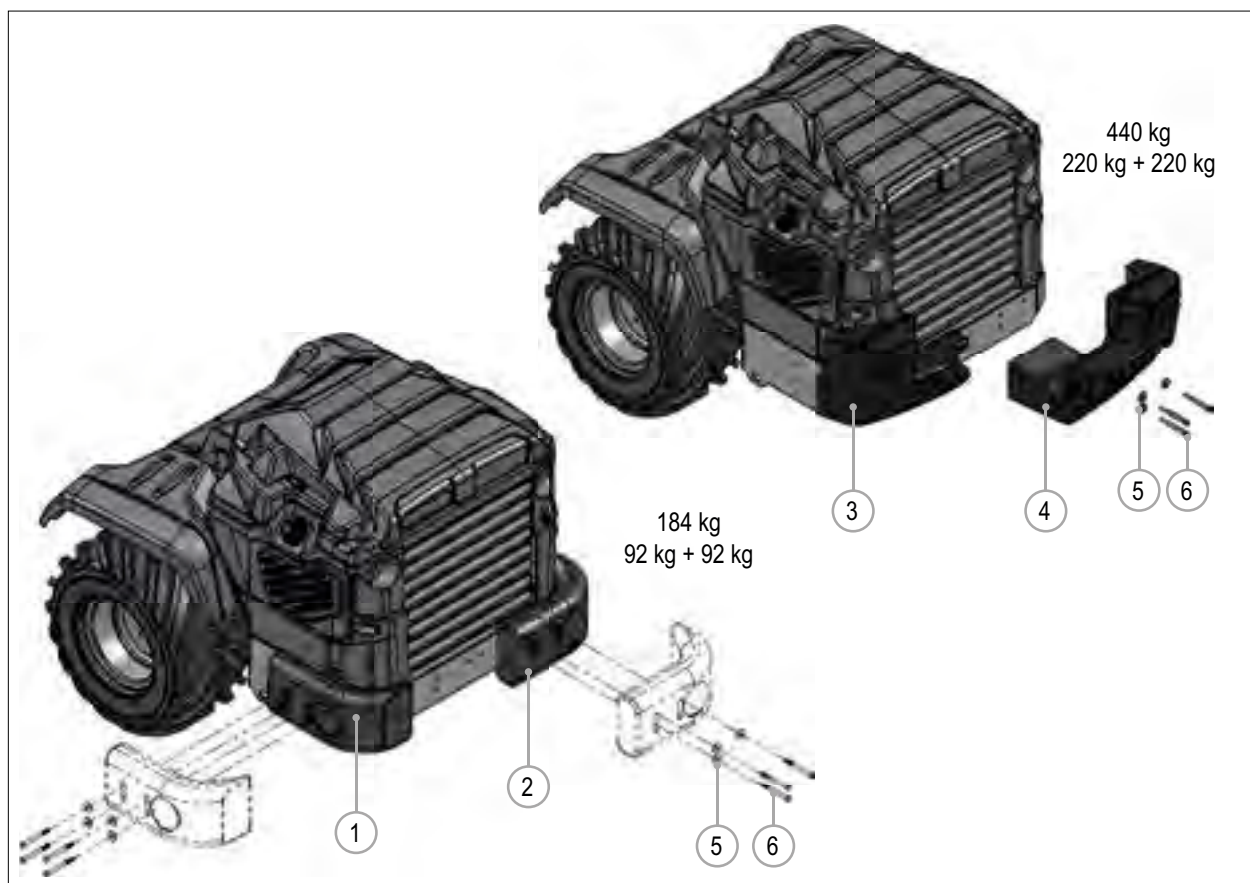

FIG. 55
- 184 kg kontravægt-sæt, der kan monteres bagpå (FIG. 55 - Ref. 2) eller på siden (FIG. 55 - Ref. 2) på maskinens kofanger.
- 440 kg kontravægt-sæt, der kun kan monteres bagpå maskinens kofanger (FIG. 55 - Ref. 3-4)